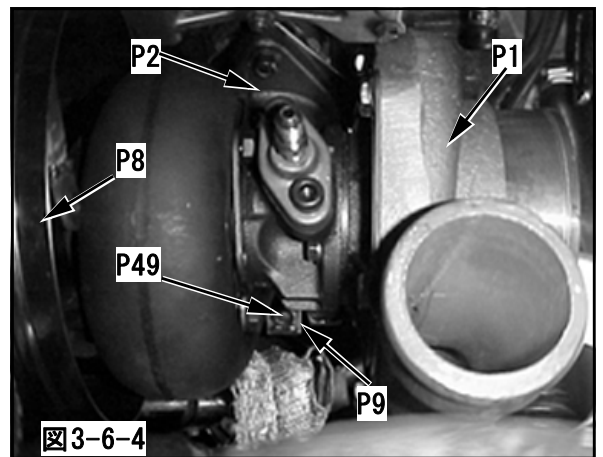
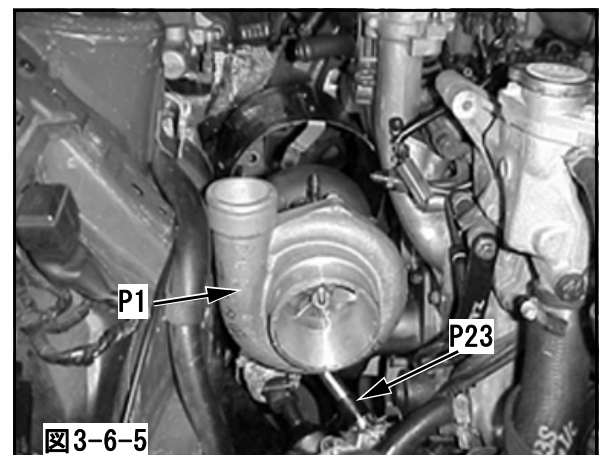

図3-6-4
図3-6-5
- (8) ターボチャージャAssyをエキゾーストマニホールドに取付けてください。このとき、オイルリターンホースを取付けながら、ターボチャージャAssyを取付けてください。ヒートインシュレータステーをターボチャージャAssyと共締めしてください。(図3-6-4, 図3-6-5)
- (9) オイルリターンホースを固定してください。(図3-6-5)
- (10) 3-6. (4) でゆるめたボルトを本締めしてください。